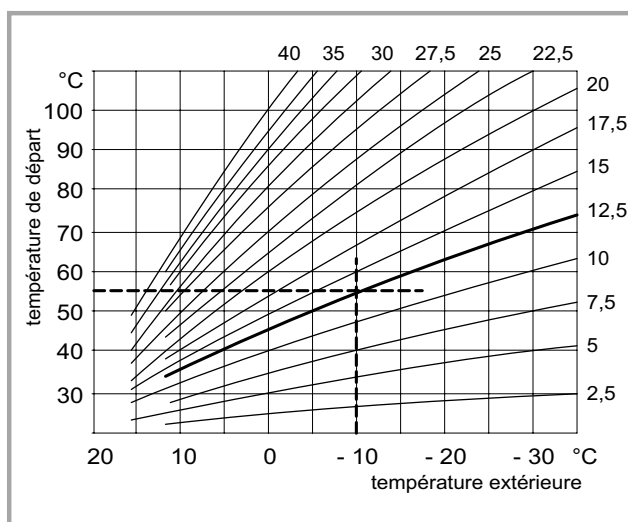

Fig. 30 - Pente de chauffage
#### Choix de la pente de la courbe de chauffe (fig. 30)
- Choisir la pente de la courbe de chauffe selon la méthode décrite au paragraphe "Réglage de la pente de chauffage". Voir figure 30 page 28